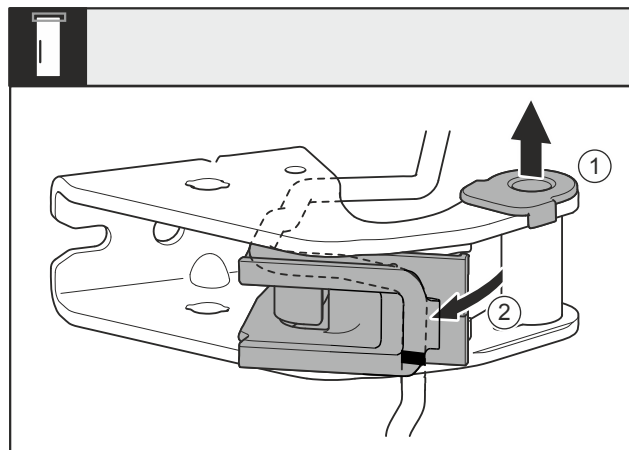

Fig. 15
- Nxirrni jashtë nga foleja udhëzuese manikotën e kapjes Fig. 15 (1).
- Nxirrni kabllon nga mbajtësja e kablllos Fig. 15 (2).